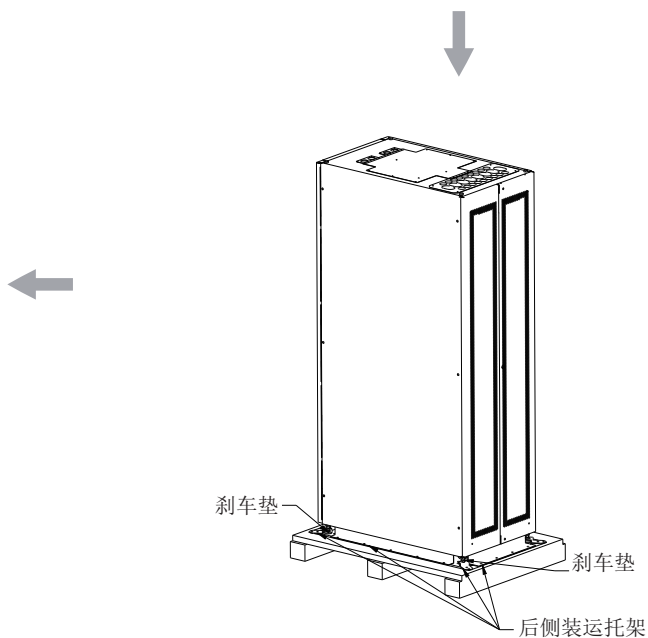

图3-6. 拆除背面装运托架
5. 拆除机柜后侧的固定装运托架及将托架固定到货盘上的螺钉（见图 3-6）。拆掉后侧的装运托架。如果要永久安装机柜，请保存好装运托架和固定五金件，以备后用。